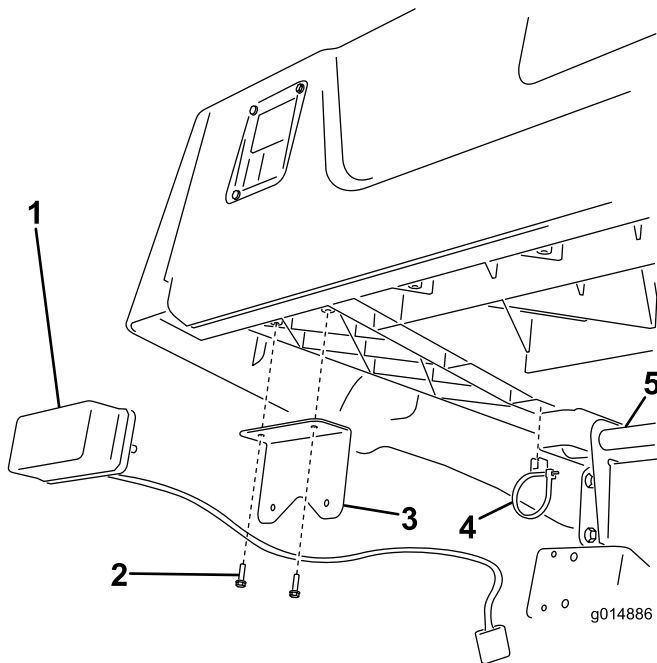

Figure 14
1. Fixez chaque support de d'éclairage au plateau avec 2 vis (10-3/4") (Figure 14).
2. Montez les feux arrière sur les supports en orientant les feux jaunes à l'extérieur de la machine (Figure 14).
3. Poussez un clip de serre-câble sur les nervures de chaque côté du plateau, comme illustré à la (Figure 14).
4. Acheminez les câbles en les faisant passer des feux à travers les serre-câbles sur le clip et par-dessus le tube de pivot de plateau (Figure 14).